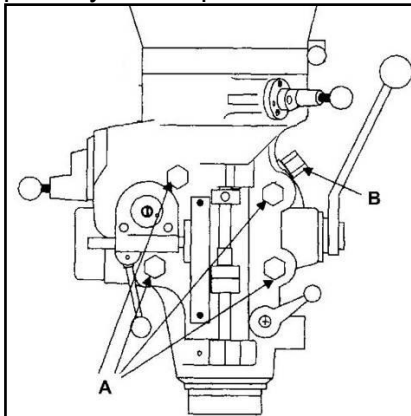

Рис.18
1. Ослабьте четыре большие шестигранные гайки, которые крепят фрезерную голову к консоли станка (Рис.18). 1/4 оборота должно быть достаточно, чтобы ослабить фрезерную голову.
2. Для наклона головы вправо или влево поверните стяжную гайку (В, Рис.18). Используйте угловую шкалу на переходнике цилиндра.